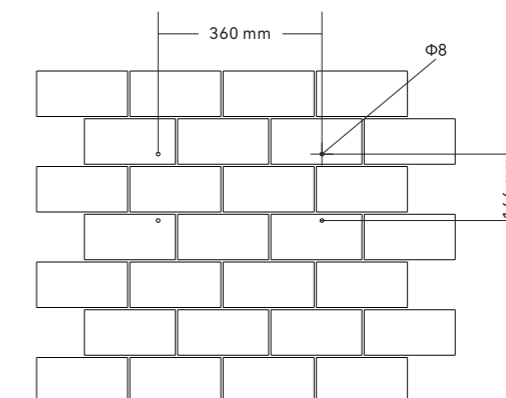

Abbildung 3.4
(2) Befestigungsbohrungen bohren und Dübel einsetzen. Bohren Sie 4 Löcher in die Wand (an den nach Abbildung 3.4 markierten Positionen), und schlagen Sie anschließend die Dübel mit einem Gummihammer in die Löcher ein.